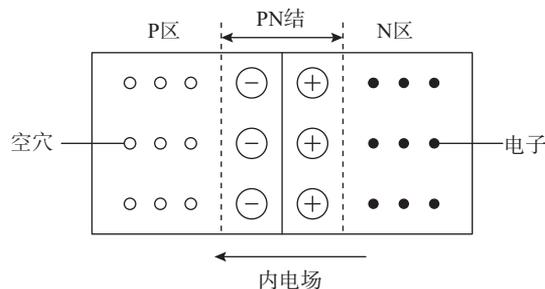

图 1-3 PN 结的形成
(1) PN 结的形成。在一块纯净的半导体晶体上,采用特殊掺杂工艺,在两侧分别掺入三价元素和五价元素。一侧形成 P 型半导体,另一侧形成 N 型半导体,如图 1-3 所示。